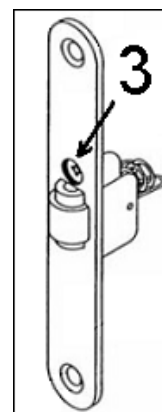

Рисунок 2
- 8) Проверьте свободу движения стеклянной двери и закрывание роликового замка. При необходимости ход ролика в роликовом замке можно отрегулировать при помощи регулировочного винта (3), смотри (Рисунок 2).